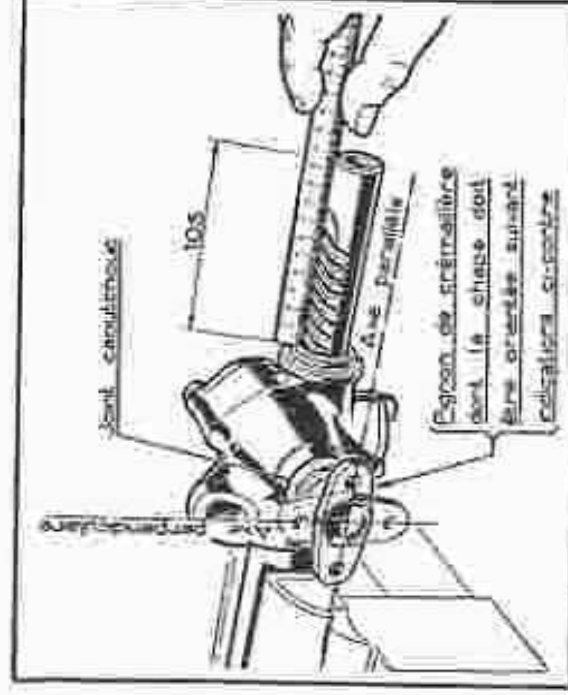

Fig. 57 — Mise en place de la crémaillère.
• Introduire la crémaillère de manière que son extrémité dépasse du carter de direction de 105 mm (fig. 57).